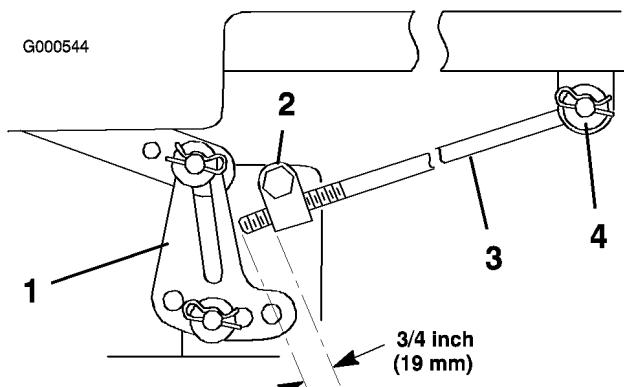

Figure 43
5. Mesurez la longueur de tige qui dépasse du bloc de réglage sur les côtés du châssis (Figure 43).
6. Si la longueur n'est pas égale à 19 mm, retirez la goupille fendue et la rondelle de l'extrémité de la tige (Figure 43), puis vissez ou dévissez la tige jusqu'à obtention de la longueur requise (19 mm).